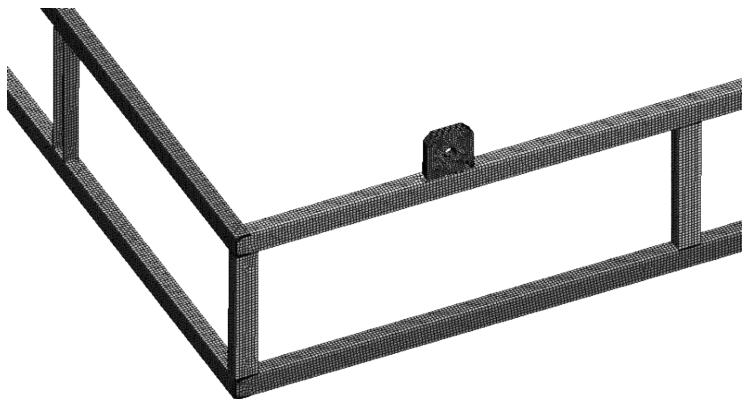

图 1-29 划分网格
(1) 在导航树里单击【Mesh】→【Details of “Mesh”】→【Defaults】→【Relevance】= 100, 【Sizing】→【Size Function】= Adaptive, 【Sizing】→【Relevance Center】= Medium, 其他默认。
(2) 在导航树上, 展开 Geometry, 隐藏 Part2, 选择 Part1 中的所有体, 然后右键单击【Mesh】, 从弹出的菜单中选择【Insert】→【Sizing】, 【Body Sizing】→【Details of “Body Sizing”】→【Element Size】= 5mm。
(3) 选择 Part1 中的所有体, 然后右键单击【Mesh】, 从弹出的菜单中选择【Insert】→【Method】→【Hex Dominant】, 其他默认。
(4) 显示 Part2, 隐藏 Part1, 选择 Part2 中的所有体, 然后在导航树图上右键单击【Mesh】, 从弹出的菜单中选择【Insert】→【Sizing】, 【Body Sizing】→【Details of “Body Sizing”】→【Element Size】= 8mm。
(5) 生成网格: 选择【Mesh】→【Generate Mesh】, 图形区域显示程序生成的网格模型, 如图 1-29 所示。